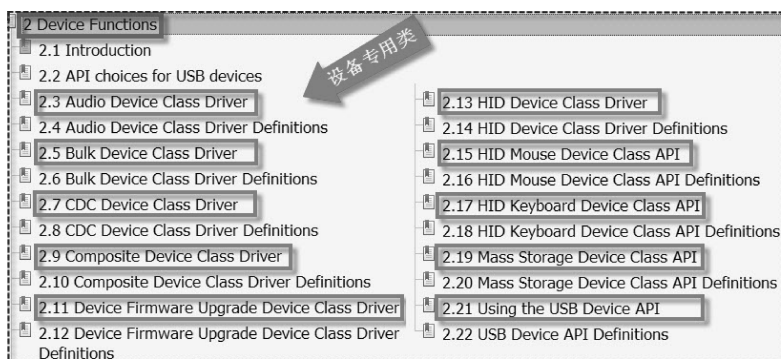

图 14-15 设备专用类及定义
(2) 设备专用类及定义 (如图 14-15 所示)
图 14-15 的内容较多, 这里就不一一介绍了, 需要用到这部分知识的读者可以参考 USBlib 库手册的图示部分。而具体 USB 设备 API 的用法可参考 TI 提供的例程, 比如 EK - TM4C123GXL (LaunchPad) 开发板提供了 `usb_dev_bulk` 和 `usb_dev_serial` 两个有关 USB 设备的例程, DK - TM4C123G 开发板除这两个例程外还提供了 `usb_dev_keyboard` 和 `usb_dev_msc` 两个 USB 设备例程。下面将以 `usb_dev_bulk` 例程来介绍设备专用库、描述符、底层驱动等的用法。